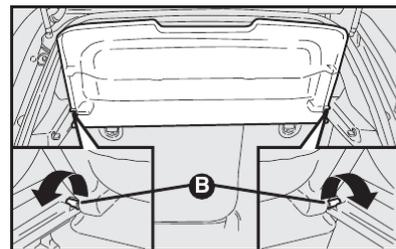

fig. 102
2) Desencaixar os pinos de articulação da cobertura do porta-malas B-fig. 102 de suas sedes e removê-la.